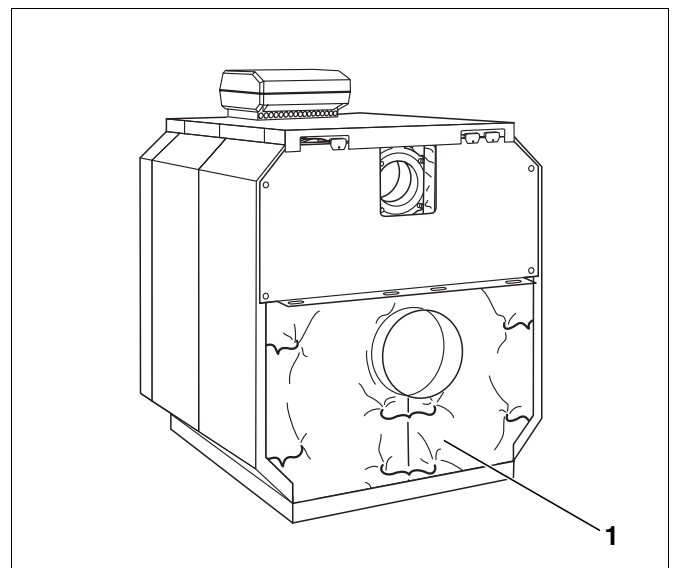

Abb. 75 Hintergliedwärmeschutz zusammenziehen
- Hintergliedwärmeschutz herunterklappen und mit der Spannfeder unterhalb des Abgasstutzens zusammenziehen (Abb. 75, **Pos. 1**).